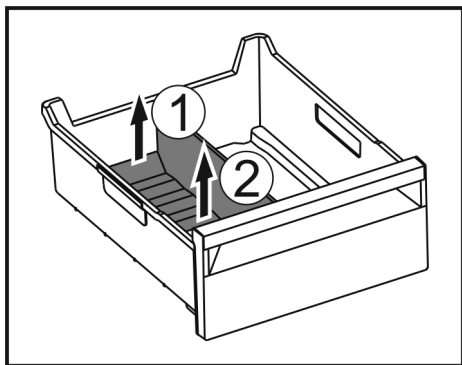

Fig. 74
- ▶ Zvedněte zadní část přepážky přihrádky na led. Fig. 74 (1)
- ▶ Přepážku přihrádky na led vyjměte nahoru. Fig. 74 (2)